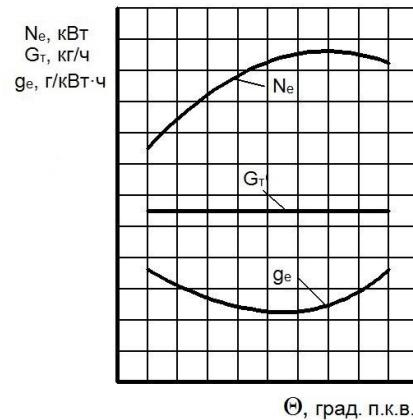

Рисунок 4 – Регулировочная характеристика карбюраторного двигателя по углу опережения зажигания
**27. Регулировочная характеристика карбюраторного двигателя по углу опережения зажигания (рис. 4) – это графическая зависимость...**